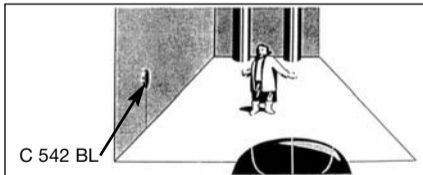

Fig. 4: Fixar o microfone numa superfície de limite
- Veja fig. 4. Pode usar também uma parede refletora (sem papel de parede ou placa isoladora) como